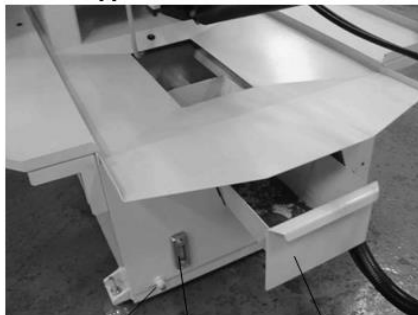
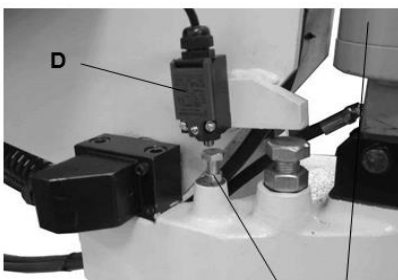

Рис.20
Рис.21
Бак для СОЖ имеет сливное отверстие (Рис. 20, А) и указатель уровня жидкости (Рис. 20, В). Учтите, что уровень жидкости не должен превышать максимальной отметки. Превышение уровня создает опасность выливания ее из бака на пол. Станок имеет выдвижной контейнер (Рис. 20, С) для сбора стружки. В нормальном режиме работы задвигайте контейнер, чтобы избежать попадания стружки в бак для СОЖ.
Автоматический концевой выключатель предназначен для остановки двигателя после завершения распила. Концевой выключатель (Рис. 20, D) управляется посредством рычага (Рис. 21), который касается верхней части гидроцилиндра (Рис. 21, E), останавливая двигатель и насос подачи СОЖ.
Если двигатель останавливается до завершения распила или продолжает работать после того, как распил завершен, то положение концевой выключателя (Рис. 21, D) можно отрегулировать путем ослабления винтов (Рис. 21, F), установив его выше или ниже
5. Открутите гайку масляного сапуна (Рис. 21, В).